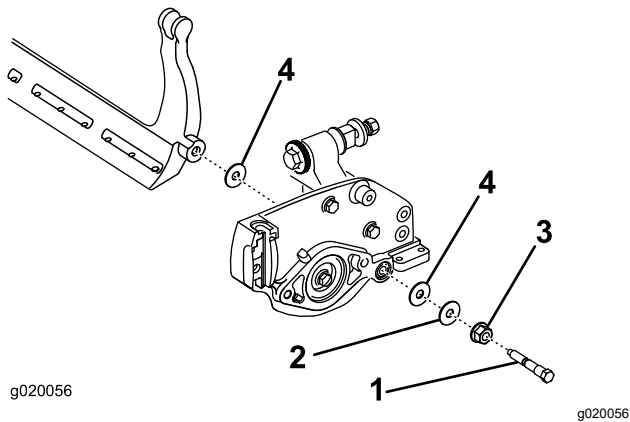

Figura 19
Guarde las 2 arandelas de nylon y la arandela de acero de cada extremo de la barra de asiento (Figura 19).
- Coloque una arandela de nylon en cada lado del saliente de la chapa lateral. Coloque una arandela de acero por fuera de cada arandela de nylon (Figura 19).